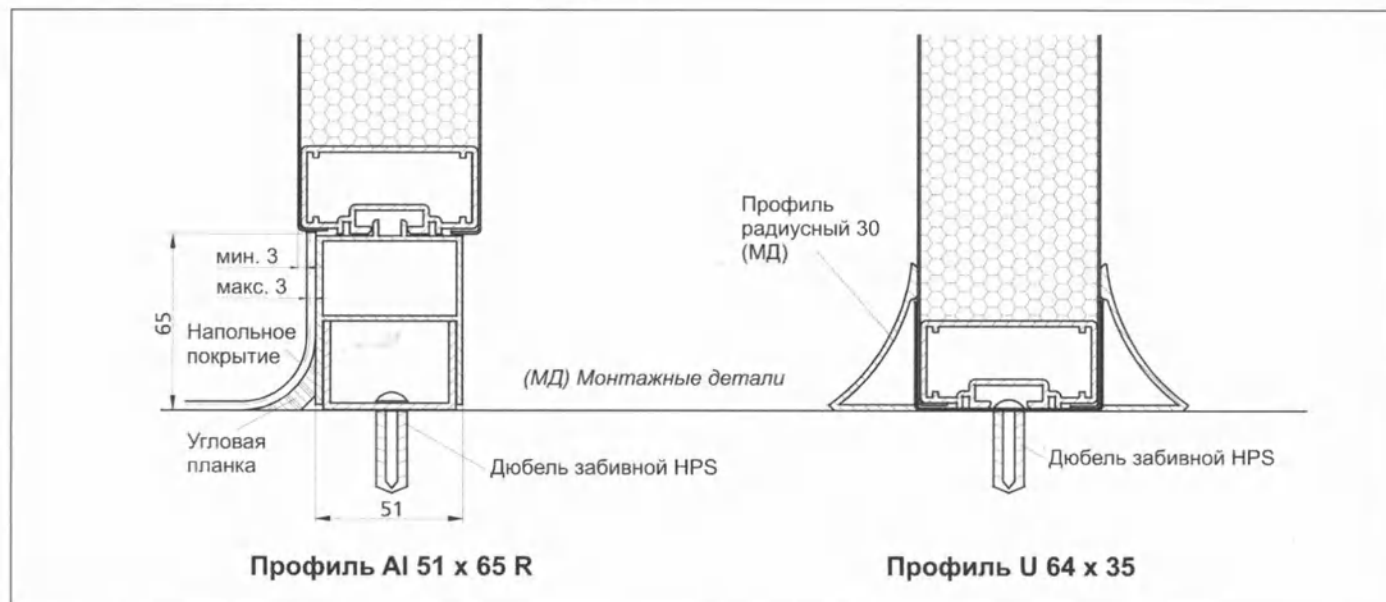

Рис.3 Варианты нижних ведущих профилей панелей
4.1. Нижняя сборка панелей (рис. 3)